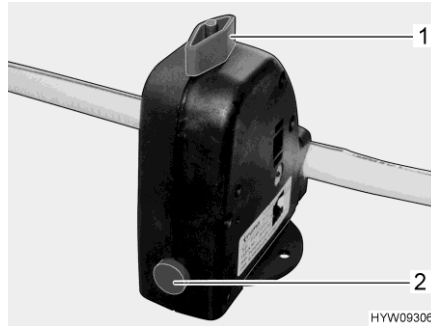

Bild 120 Säkerhets-/avtappningsventil (varmvattenberedare)
Varmvattenberedaren är utrustad med en säkerhets-/avtappningsventil (Bild 120). Säkerhets-/avtappningsventilen gör så att vattnet i varmvattenberedaren inte kallnar när det är frost och värmen inte är påslagen.
- Stäng säkerhets-/avtappningsventilen. Ställ vredet (Bild 120,1) diagonalt mot säkerhets-/avtappningsventilen och tryck in tryckknappen (Bild 120,2).
- Öppna säkerhets-/avtappningsventil. Vrid då vredet (Bild 120,1) mot säkerhets-/avtappningsventilen. Tryckknappen (Bild 120,2) skjuts ut. Nu töms varmvattenberedaren via säkerhets-/avtappningsventilen utomhus.